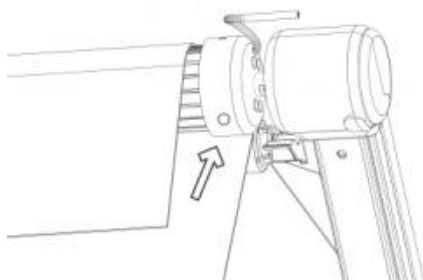
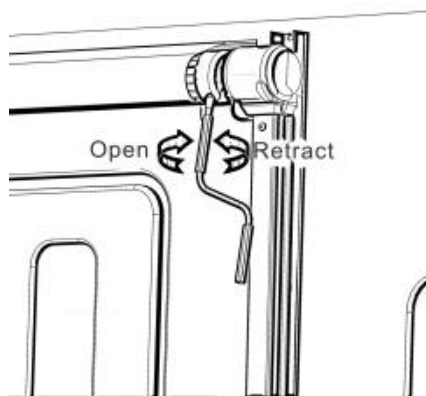

Figure D6
Figure D7
4.4 Un orifice pour joystick manuel est prévu sur le moteur du store. (Figure D6) . En cas de panne de courant ou de dysfonctionnement, retirez le capuchon décoratif du couvercle d'extrémité, insérez la manivelle de secours et tournez-la pour déployer ou rétracter le store . (Figure D7)